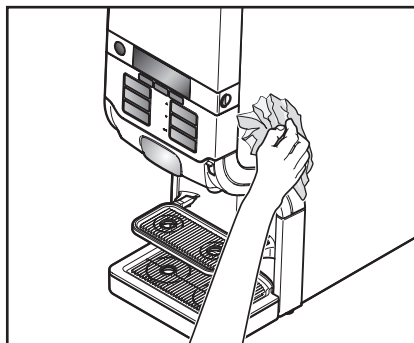

Bild 28
6. Torka av apparaten utvändigt med en ren och fuktig duk (bild 28).